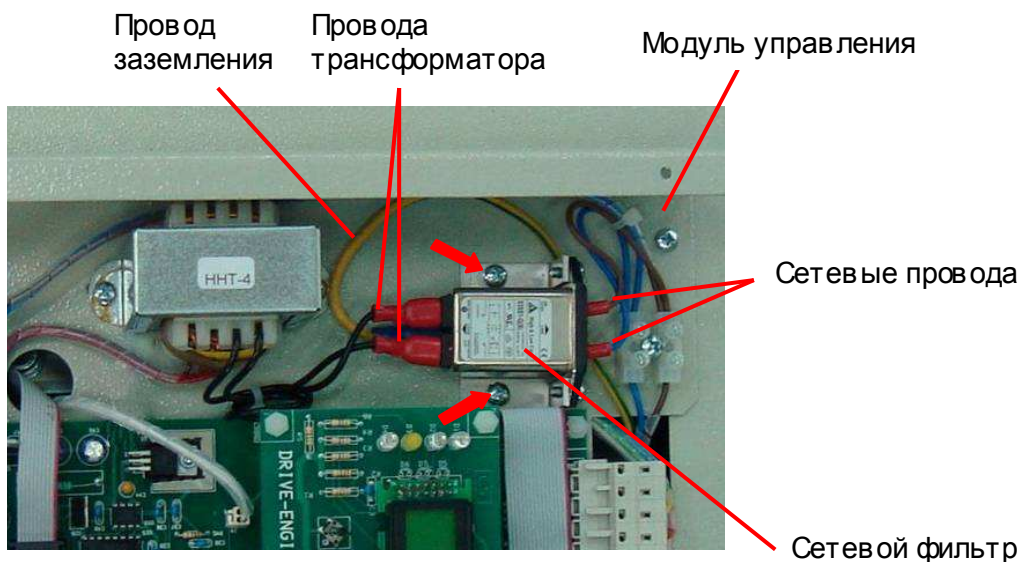

Рис. 7.11
7.3.1. Расположить сетевой фильтр на модуле управления согласно рис. 7.11.
7.3.2. Вкрутить два винта (рис. 7.11, красные стрелки).
7.3.3. Подсоединить к сетевому фильтру провода трансформатора, заземления и сетевые провода (рис. 7.11).